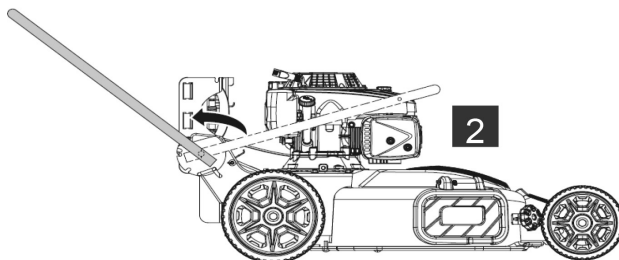

Рис. 5
- Переведите нижнюю часть рукояток в направлении «от двигателя», чтобы фиксирующий рычаг «защёлкнулся» в одной из прорезей на кронштейне нижней части рукояток (Рис. 5. Положение 2).